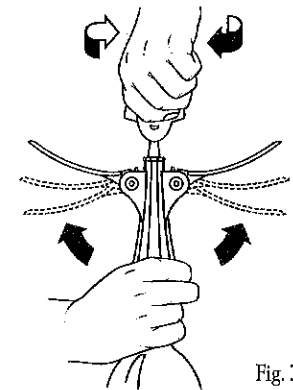

Fig.3
**AVVITATE**, girando in senso orario, la testa B del cavatappi, lasciando le leve libere di portarsi nella posizione verticale (fig.3).
**SCREW**, into the cork, turning the head B clockwise and letting the levers rise into the vertical position (fig. 3).
**SCHRAUBEN SIE** den Korchenzieherkopf B durch Drehen im Uhrzeigersinn an. Die Hebel bewegen sich dabei in die senkrechte Position (Abb. 3).